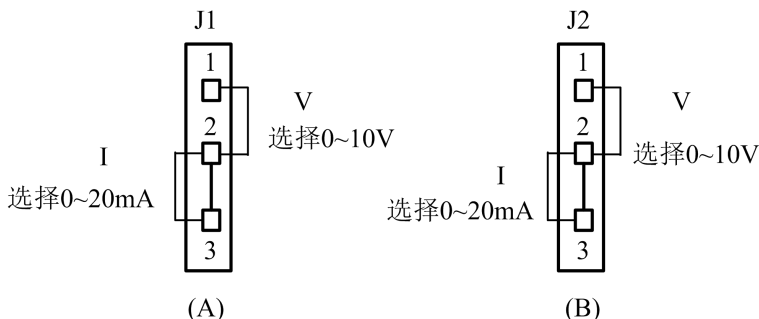

图 3-23 模拟输出端子配线图
**提示：** 图3-23 (A) J1跳到“**I**”位置代表电流信号，跳到“**V**”位置代表电压信号，出厂默认为“**V**”；图3-23 (B) J2跳到“**I**”位置代表电流信号，跳到“**V**”位置代表电压信号，出厂默认为“**V**”。